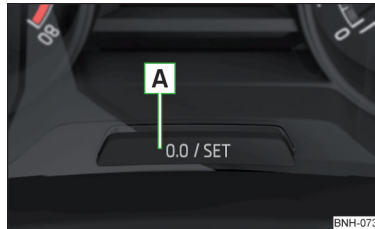

Abb. 34
- › Die Taste **A** » Abb. 34 auf Seite 46 antippen.
- › Die Taste **A** » Abb. 34 gedrückt halten, bis im Display der Menüpunkt **Uhrzeit** angezeigt wird.